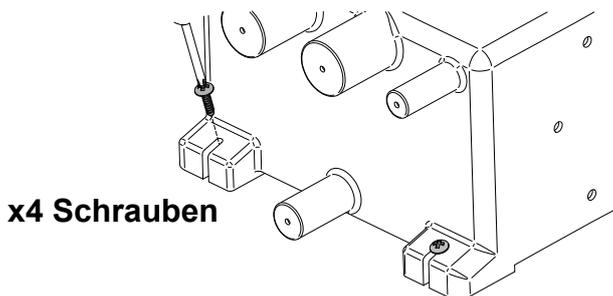
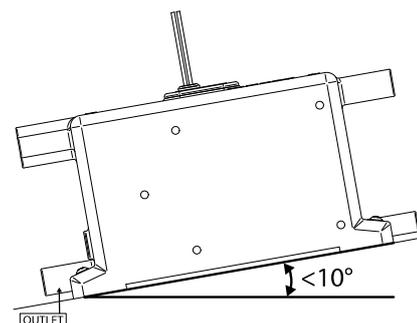

Abbildung 5 Befestigung des Tanks
Abbildung 6 Maximal möglicher Installationswinkel
**Schritt 2:** Der Tank muss mit 4 geeigneten Schrauben an den Tankfüßen befestigt werden, wie in Abbildung 5 dargestellt. **HINWEIS:** Der Neigungswinkel des Tanks darf 10° nicht übersteigen (Abbildung 6). **HINWEIS:** Nicht direkt mit dem Bootsrumph verschrauben – MUSS an einer Schottwand oder einem zusätzlichen Brett montiert werden.